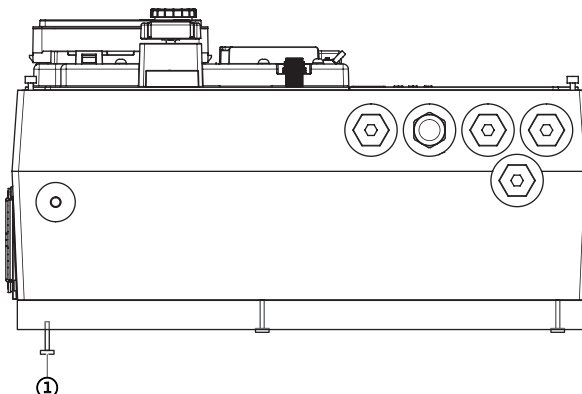

Fig. 116: Adaptera plates atskrūvēšana
6. Atskrūvējiet adaptera plates skrūves elektronikas moduļa apakšā (Fig. 116, 1. poz.).